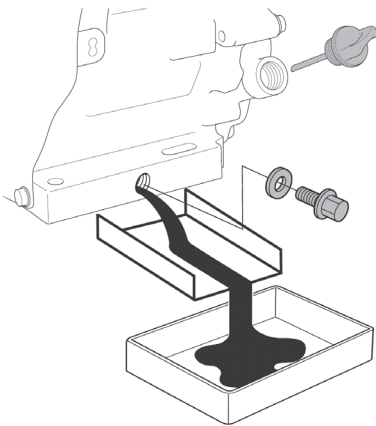

Рис. 15 Замена масла в двигателе
5. Очистите от загрязнений крышку-щуп и зону вокруг маслозаливной горловины. Извлеките крышку-щуп из маслозаливной горловины (Рис. 15) и протрите щуп чистой ветошью.
6. Открутите пробку для слива масла и слейте отработанное масло через жёлоб в подготовленную для этого емкость (Рис. 15).